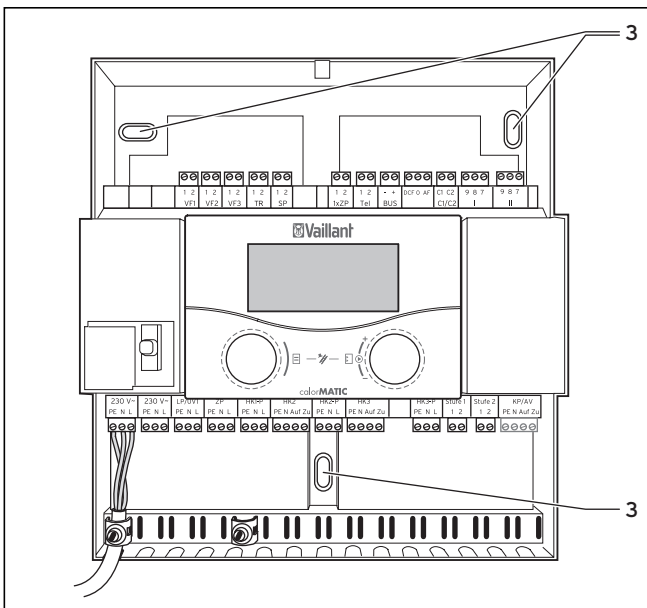
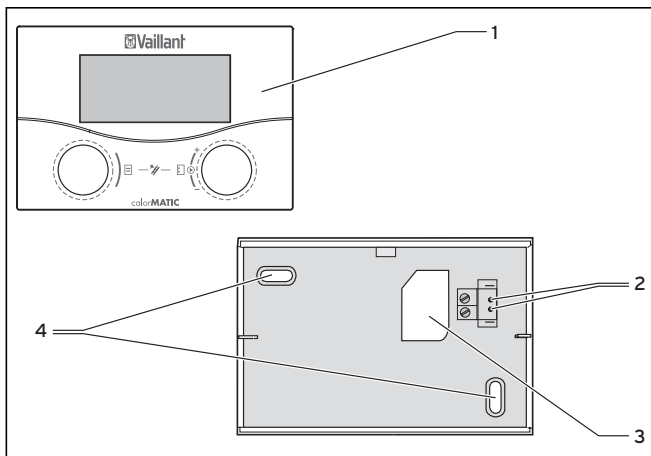

Abb. 4.3 Montage des Wandaufbaus
Abb. 4.4 Montage als Fernbediengerät
- Bringen Sie zwei Befestigungsbohrungen (3) für den Wandsockel VR 55 mit Durchmesser 6 mm an (→ **Abb. 4.4**).
- Führen Sie das Anschlusskabel durch die Kabeldurchführung (3).
- Schließen Sie das Anschlusskabel an (→ **Abb. 4.3**).
- Setzen Sie das Reglergerät so auf den Wandsockel, dass die Stifte an der Rückseite des Oberteils in die Aufnahmen (2) passen.
- Drücken Sie das Reglergerät (1) auf den Wandsockel, bis es einrastet.